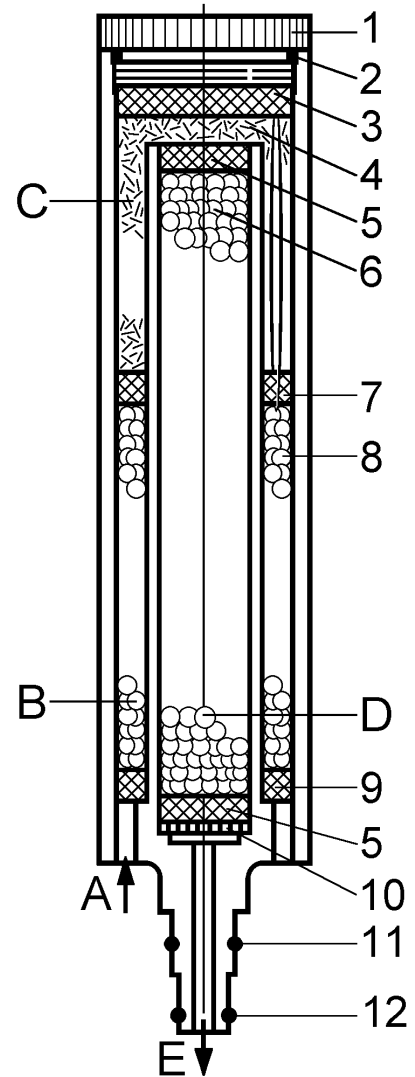

Abb. 1
Die Bauteile einer gefüllten TRIDENT-Filterpatrone sind in Schnittzeichnung Abb. 1 dargestellt und nachstehend aufgelistet.
3. Funktion (Abb.1)
6. Entleeren (Abb. 1, 3, 4, 5)